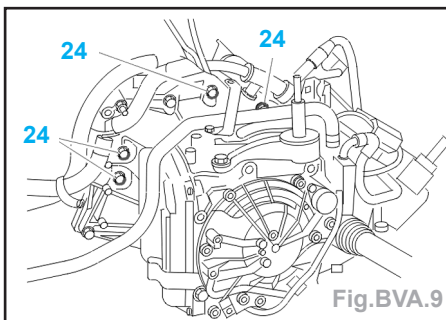

Fig.BVA.9
- Déposer les vis (24) (Fig.BVA.9).